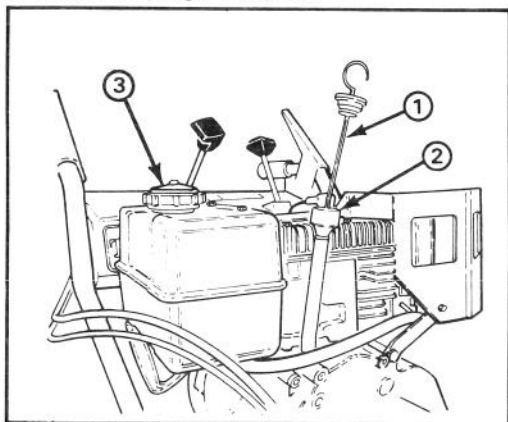

Figure 8
### REEMPLISSAGE D'HUILE DANS LE CARTER (fig. 8)
1. Nettoyez autour du bouchon du réservoir d'essence (Fig. 8). Retirez ce bouchon et remplissez la réserve d'essence sans plomb en laissant un espace de 13 mm. Remplacez le bouchon du réservoir.